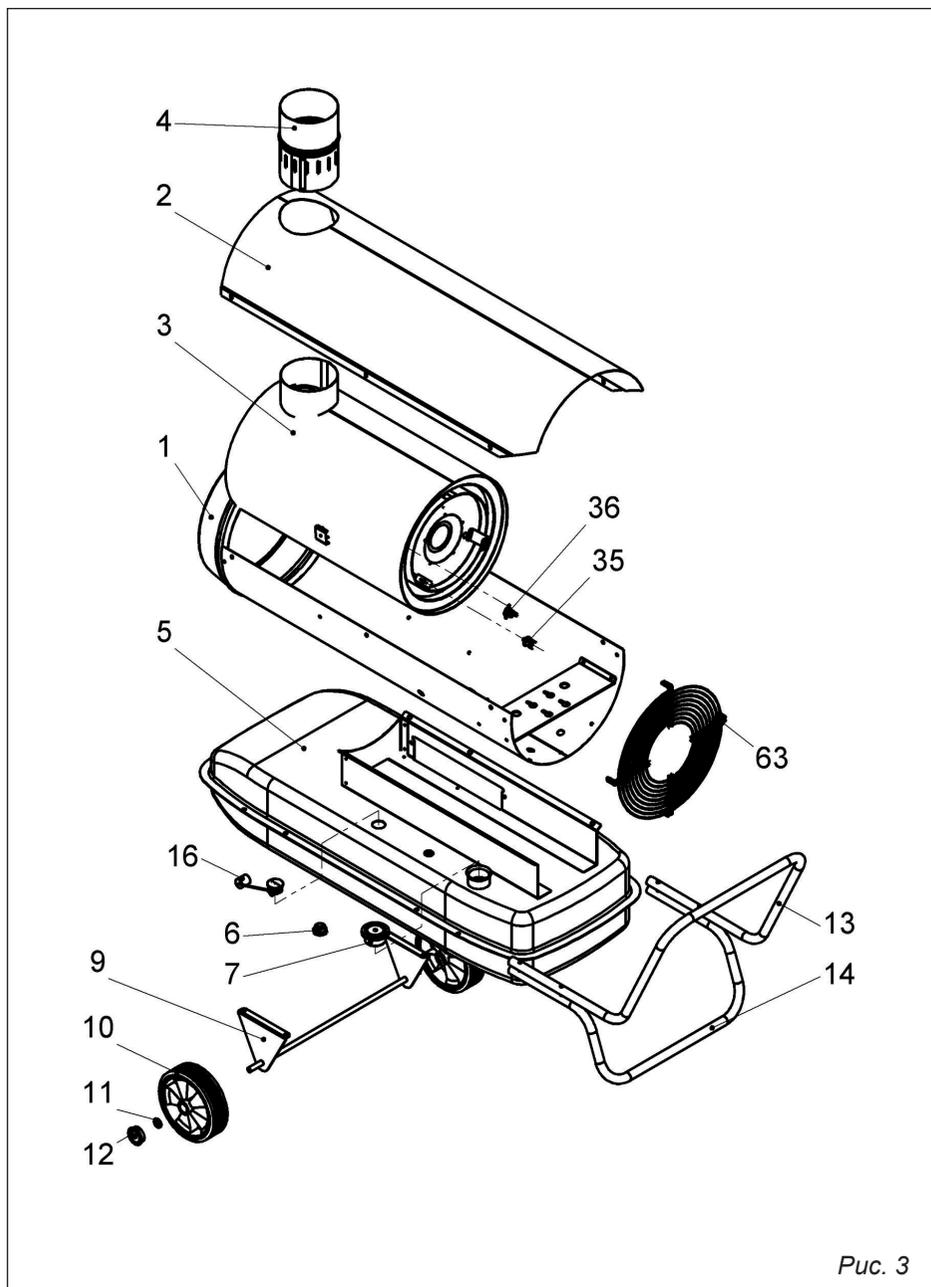

Рис. 3
правлены к центру ротора, и зазор между ротором и статорным кольцом (30) должен быть 0,5 мм, как показано на *рис. 2*. Прикрутите плиту компрессора в последовательности, указанной на *рис. 3* (мотор при этом должен быть выключен).
**СПИСОК ЧАСТЕЙ** (рис. 3, 4)